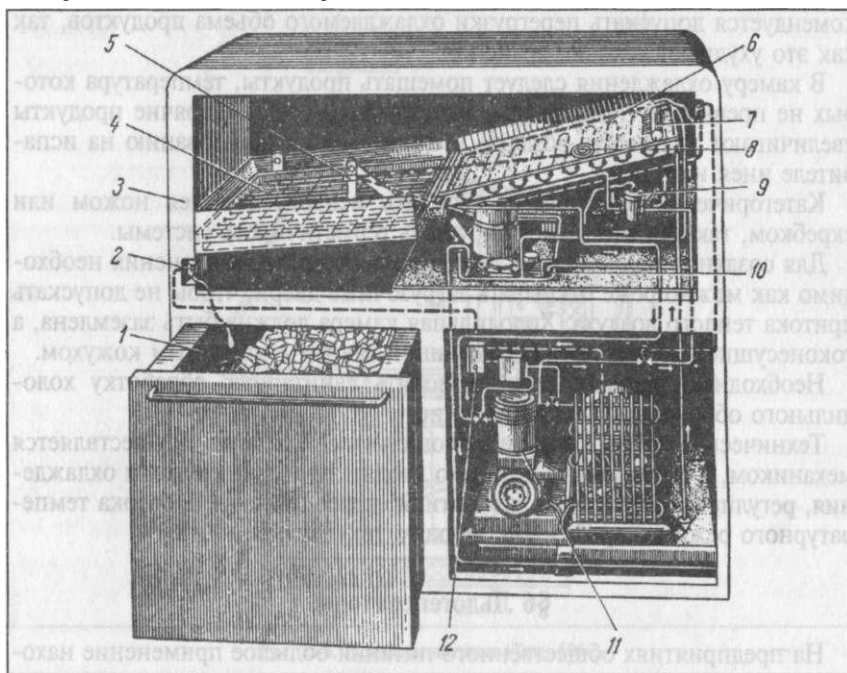

Рис. 15-7. Льдогенератор ЛГ-10М:
**Льдогенератор ЛГ-19М (рис. 15-7).** Все части льдогенератора заключены в металлическом шкафу с тремя отделениями. В верхнем отделении шкафа находится льдогенератор, в левом нижнем - бункер для хранения и в правом нижнем - машинное отделение.